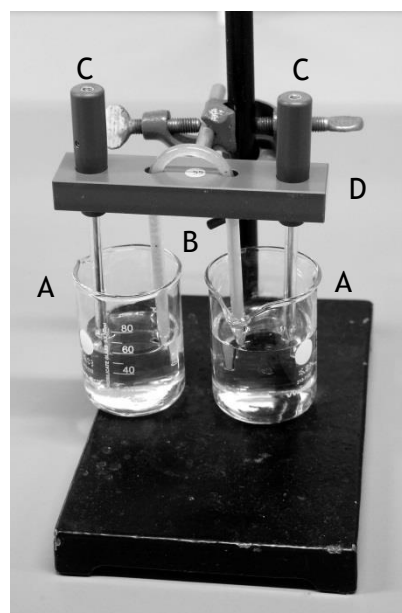

Figura 2 - Montagem experimental, situação inicial.
Uma fotografia da montagem experimental é fornecida na figura 2 (situação inicial).
- Dois béqueres de 100 mL (indicados por A na figura 2)
- Uma ponte salina (B)
- Dois eletrodos de prata/cloreto de prata (C)
- Um suporte de plástico para a ponte salina e os eletrodos (D)
No início do experimento, a montagem experimental está descrita na figura 2 . A ponte salina e os eletrodos são ambos submersos em uma solução com sal **X0**. Durante o experimento, o conteúdo do béquer da esquerda é substituído pelas soluções de **X1** até **X4**; o béquer da direita permanece preenchido com a solução **X0**.